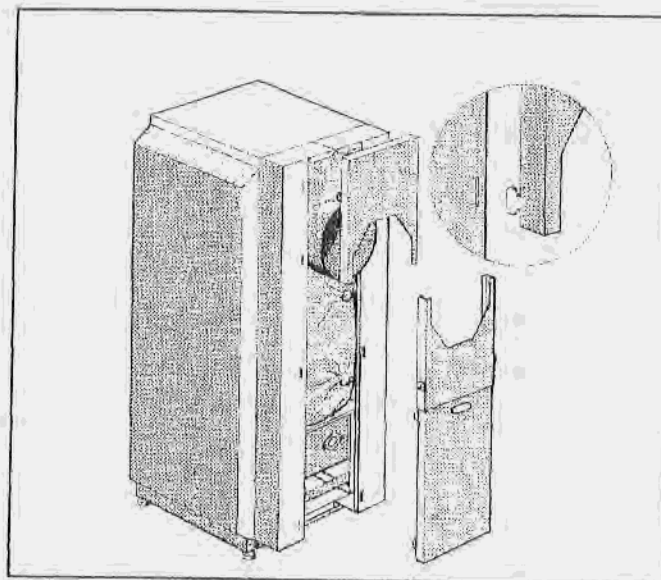

Fig. 19
- Accrocher le cache supérieur à l'aide des crochets dans les 4 rainures de la paroi avant gauche et droite, au-dessus de la buse de fumées (fig. 19).
- Accrocher le cache intérieur à l'aide des crochets dans les 4 rainures de la paroi avant gauche et droite, en-dessous de la buse de fumées (fig. 19).